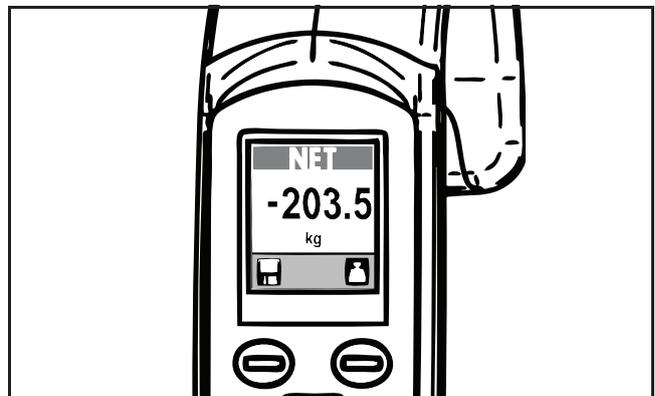

Fig. 60
- 2) Si le harnais est déjà installé sur le berceau lors de la mise sous tension, le MAXI MOVE s'est déjà automatiquement réinitialisé et a tenu compte du poids du harnais (voir fig. 60).